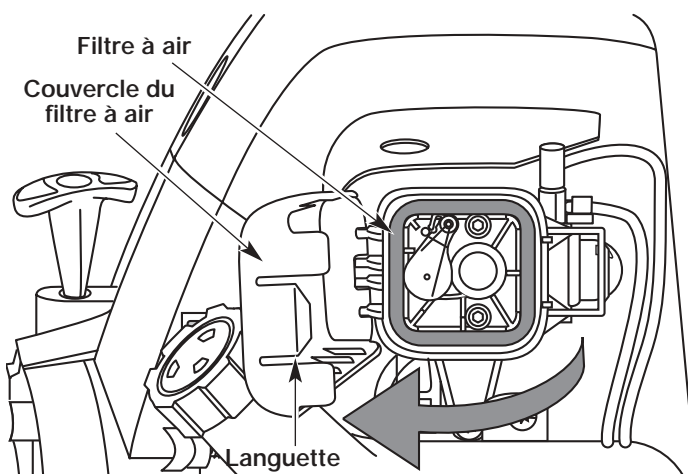

Fig. 35
1. Ouvrez le couvercle du filtre à air Enfoncez la languette à droite du couvercle, tirez celui-ci vers vous puis vers la gauche (Fig. 35).
2. Retirez le filtre à air (Fig. 35).